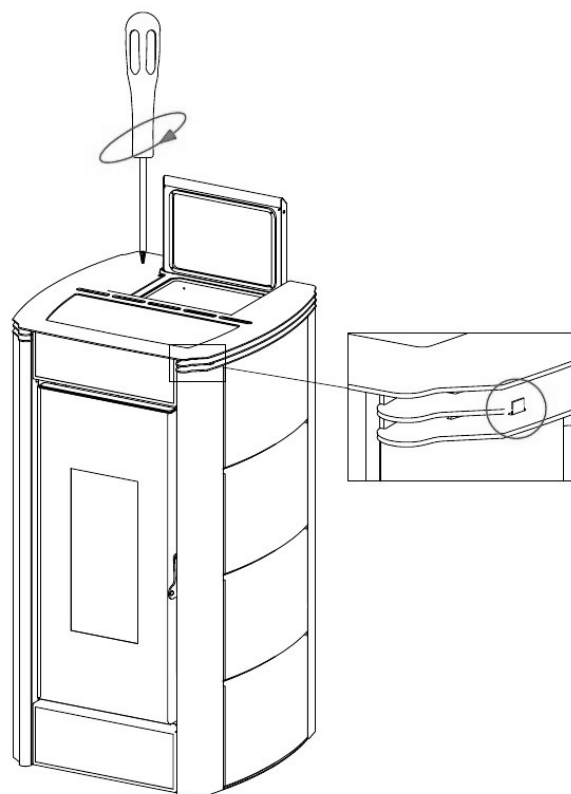

Fig. 42 - Positionner le couvercle
- Repositionner le couvercle en centrant les dents correspondantes (voir **Fig. 42**).